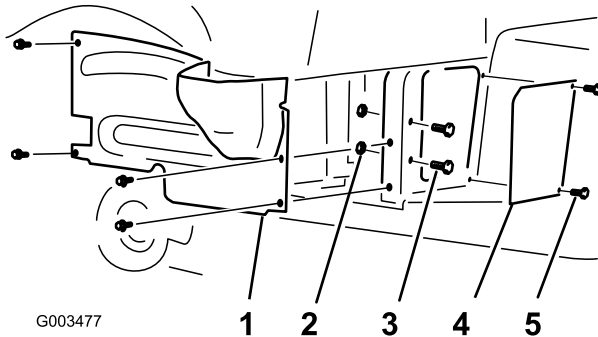

Bild 1
2. Nehmen Sie die vier Bundkopfschrauben ab, mit denen das Abdeckblech des rechten Rades am Rahmen befestigt ist (Bild 1). Nehmen Sie das Abdeckblech ab und bewahren Sie es auf.
3. Nehmen Sie die zwei Schrauben und Bolzen ab, mit denen die Gitterplatte am Rahmen befestigt ist (Bild 1). Nehmen Sie die Gitterplatte ab und bewahren Sie sie auf.